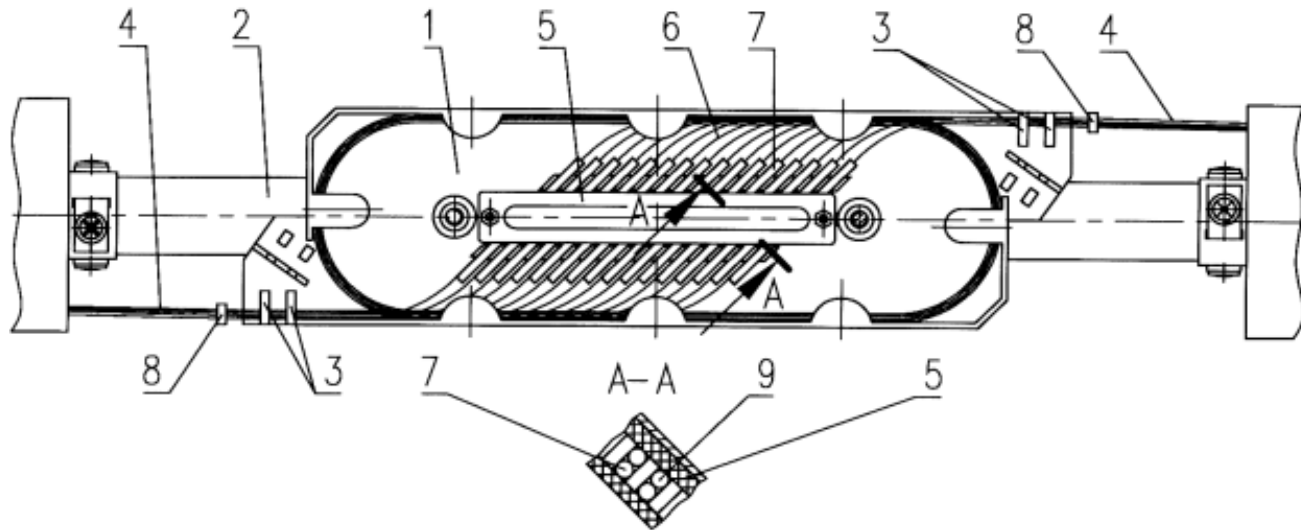
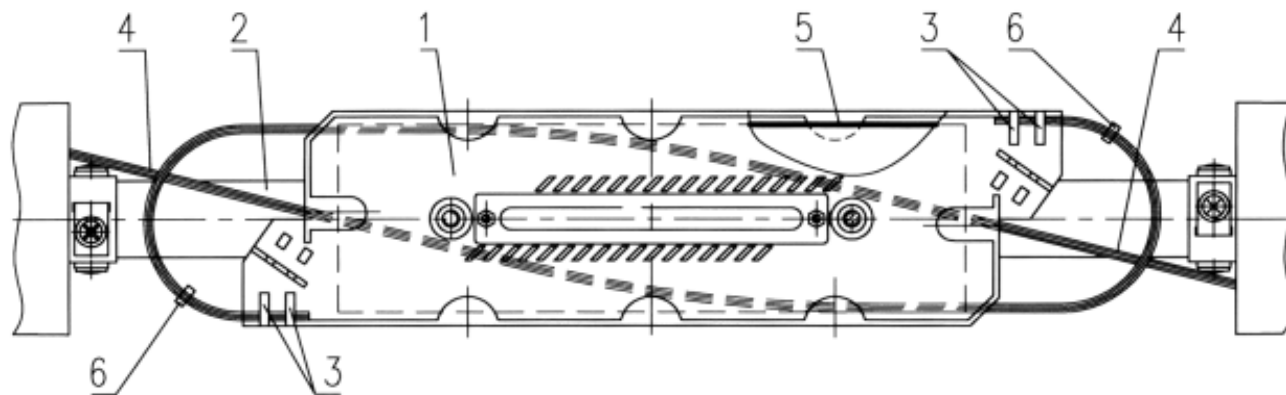

Рис. 5. Заведение модулей, раскладка ОВ и установка гильз КДЭС в кассете.
Рис. 6. Заведение модулей на дополнительную кассету.
2.5. В ложементах кассеты гильзы КДЗС прижимаются металлической планкой с мягкой подложкой, которая фиксируется с кассетой винтами и гайками (рис. 5). Муфта выпускается без КДЗС, с одной кассетой. Свободные места в ложементах кассеты заполняются уплотнителями в виде резинового шнура (рис. 5). В муфте можно установить до двух кассет, используя для второй кассеты подкассетник для запаса модулей (рис. 6). Верхняя кассета закрывается крышкой,
4.1.16. Отметить места обреза модулей на входах в кассеты ОВ. Модули на нижнюю кассету заводят напрямую без их запаса (*рис. 5*). При использовании дополнительной кассеты на нижнюю кассету вместо крышки устанавливается подкассетник и крепится двумя гайками. Пучки модульных трубок для верхней кассеты пропустить под кассетой в подкассетнике и завести на кассету с противоположной стороны от входа ОК в муфту (*рис. 6*). Полученный запас модулей (полтора витка) обеспечивает возможность снятия кассеты при ремонте муфты.
4.1.17. Обрезать модули. Удалить гидрофобный заполнитель с ОВ. Закрепить концы модулей на входах в кассеты ОВ. В непосредственной близости от входа на каждом модуле установить маркер с его номером (*рис. 5* и *6*). Ввод модулей сращиваемых кабелей на кассеты ОВ производить навстречу друг к другу.
4.1.18. Подготовить к сварке и сварить оптические волокна. При этом кассета должна находиться вблизи сварочного аппарата. Уложить сростки, защищенные гильзами КДЗС, в ложементы и зафиксировать их с помощью уплотнений и прижимной планки (*рис.5*).